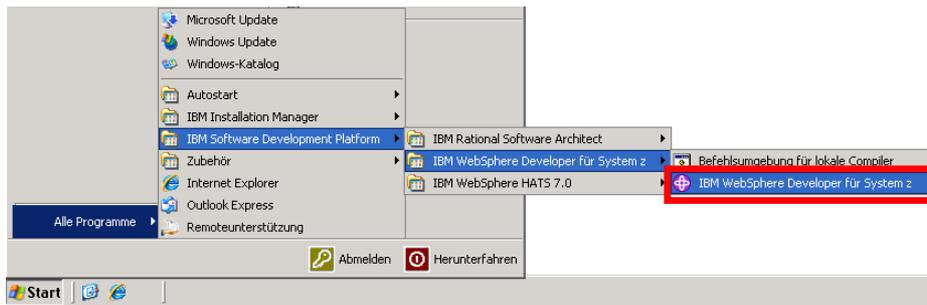

Abbildung 5
1. Nachdem die Windows Oberfläche erschienen ist, muss der Wdz gestartet werden (Abbildung 5):